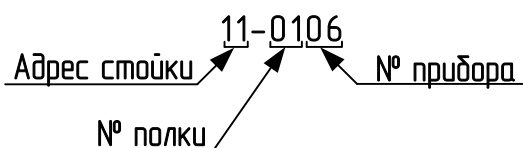

Рисунок 5.1 – Адрес прибора устанавливаемого с лицевой стороны стойки ЦМ КРЦ-М
5.1 Приборы в стойке ЦМ КРЦ-М, устанавливаемые с лицевой стороны стойки имеют адрес (рисунок 5.1), который состоит из адреса стойки, номера полки, порядкового номера прибора на полке.